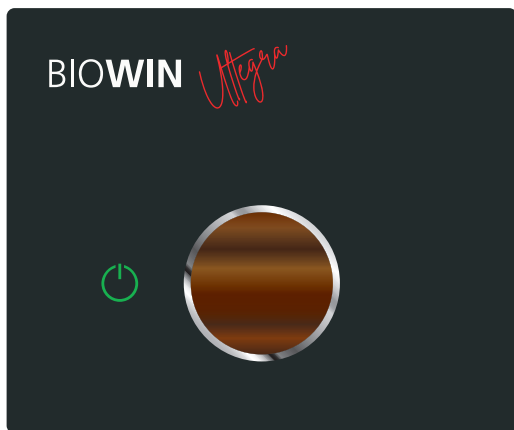

Fig. 60 BioWIN Ultegra spento
- ▶ Spegner la caldaia utilizzando il pulsante myMagic  (vedi punto 12.5 alla pagina 24) e attendere che la fine combustione sia terminata, il simbolo  si accende fisso e l'anello colorato si spegne (circa 20 min.) – Fig. 60.